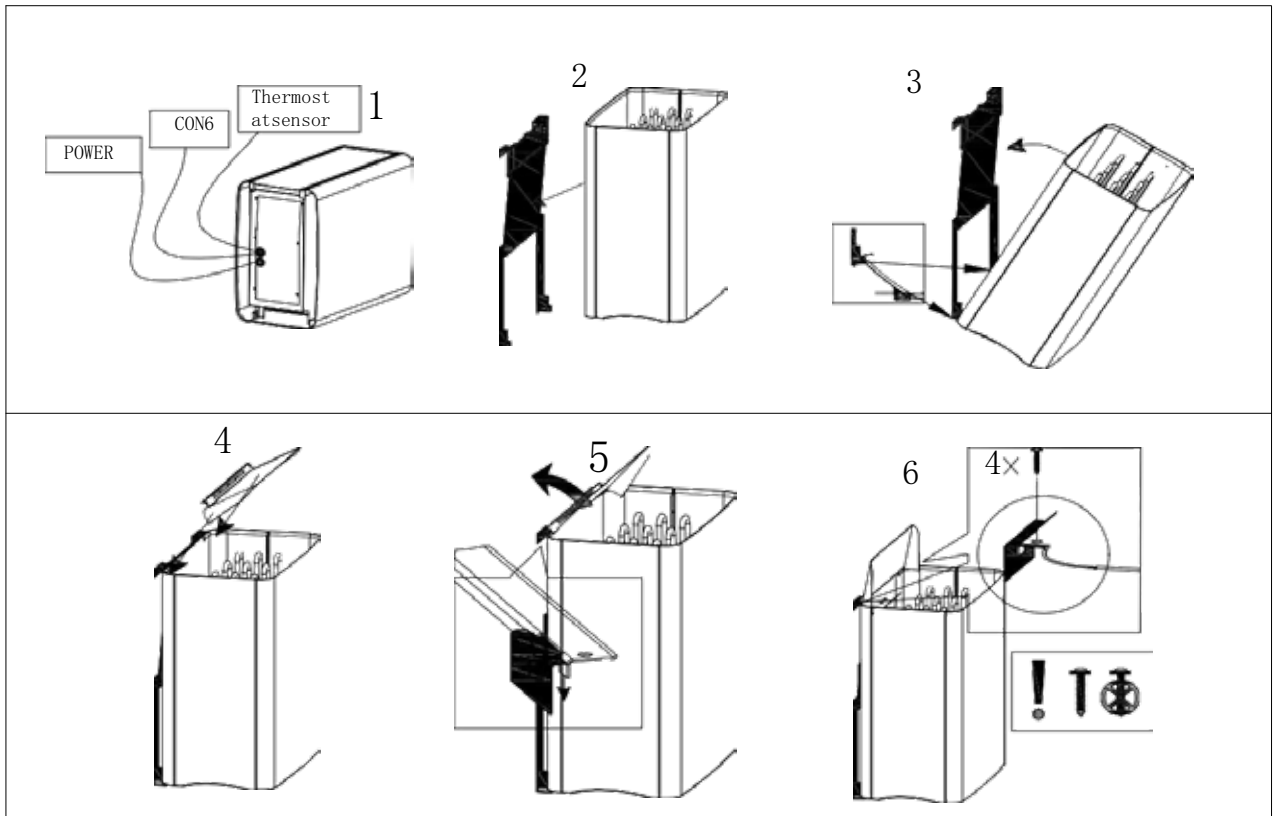

Рисунок 5. Крепление каменки к настенному креплению
1. Подключите кабель питания (рис. 5) к прибору.